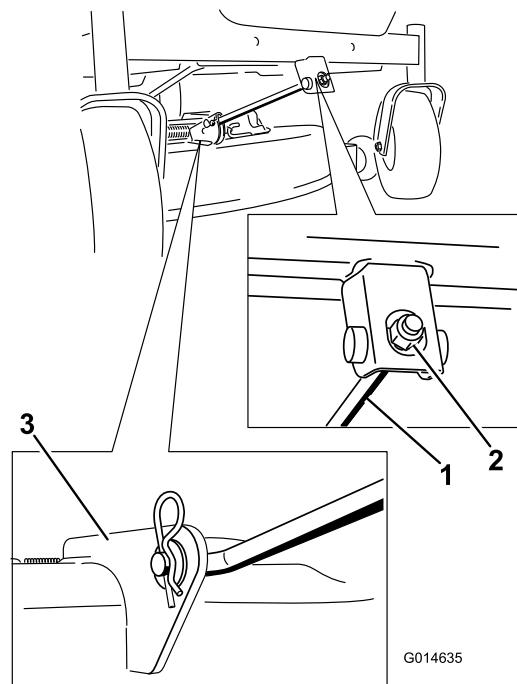

Figura 55
4. Retire el pasador de horquilla de la varilla de soporte delantera y retire la varilla del soporte de la carcasa (Figura 55). Baje cuidadosamente la parte delantera de la carcasa de corte al suelo.
6. Conecte la varilla de soporte delantera a la carcasa de corte con el pasador y la chaveta (Figura 55).